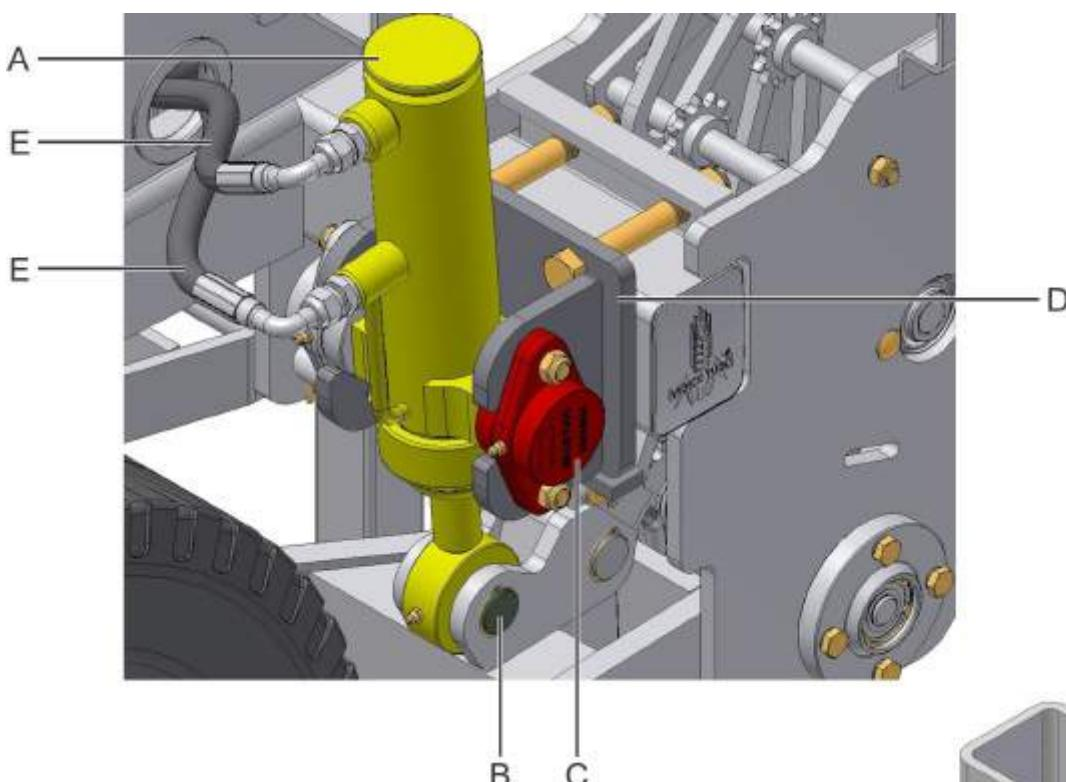

fig. 27
Para a retirada do cilindro (A) (fig. 27) fixado no suporte (D), retire as mangueiras (E), remova os mancais fundidos (C), e o pino de fixação do articulador (B).